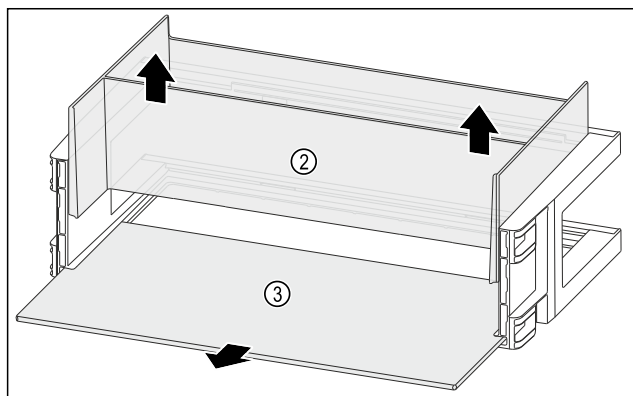

Fig. 132
- Estrarre l'organizzatore Fig. 132 (2) verso l'alto.
- Rimuovere il ripiano Fig. 132 (3).